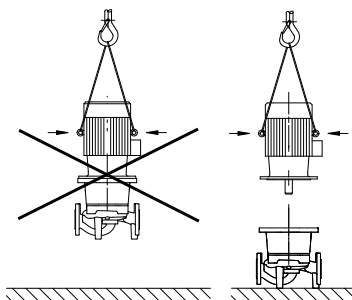

Fig. 8: Transportul motorului
- Inelele de transport de la motor trebuie folosite doar pentru transportul motorului, nu pentru toată pompa (fig 8).